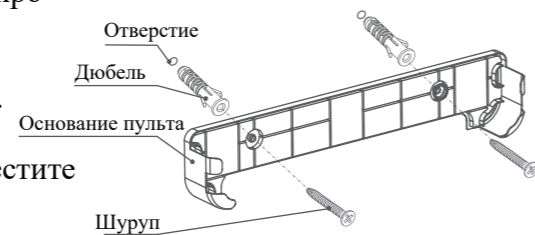

Рисунок 3
4. Измерьте расстояние от верхней части системы смыва до внутренней поверхности бачка: оно должно быть не менее 30 мм. При недостаточном расстоянии установка модуля невозможна. (см. рис. 3)
1. Совместите отверстия для крепления основания пульта, просверлите два отверстия Ø6 мм в стене и вставьте дюбели. (см. рис. 3)
2. Установите основание пульта и закрепите его шурупами. (см. рис. 3)